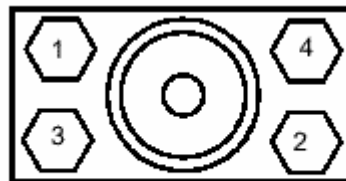

Figura 25. Secuencia de Torque para Pernos.
- Apretar todos los pernos del conector por pasos, aplicando un afuerza desde 1.2 N•m (1 lb•ft) hasta 2.8 N•m (2 lb•ft) por secuencia como se muestra en la figura 25.